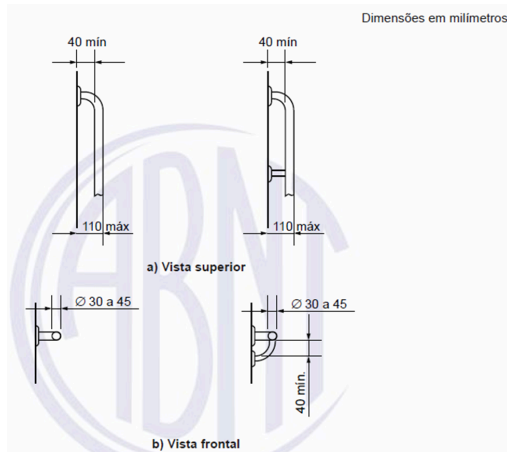

Figura 12.1 Seção transversal das barras de apoio internas do sanitário (NBR 9050/2020).
- A seção transversal das barras de apoio internas deve possuir entre 30 e 45 mm (Figura 12.1).